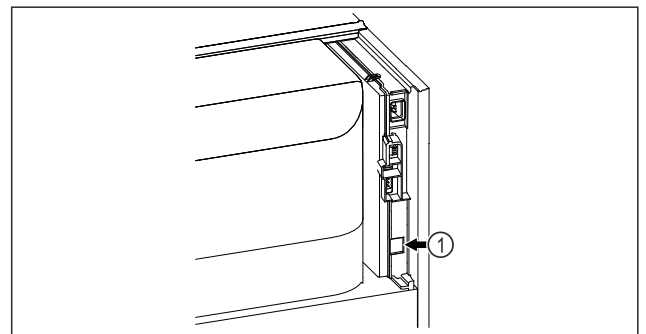

Fig. 85
- SmartModule Fig. 85 (1) встановлено.